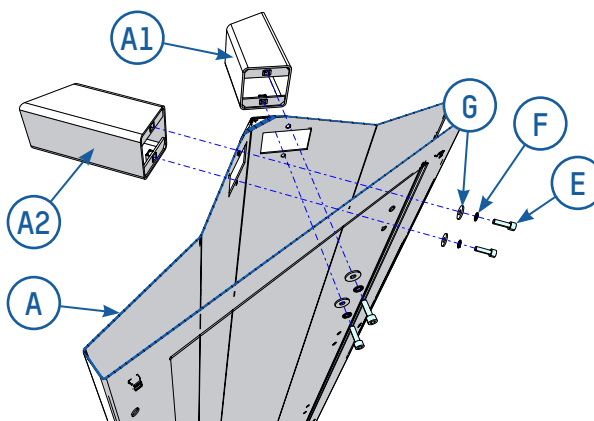

Fig. 19
Om det inte redan är gjort, montera de två övre armarna (A1 & A2) på mittsektionen (A) med skruvar (E) och brickor (F & G). [⇒ Fig. 19]